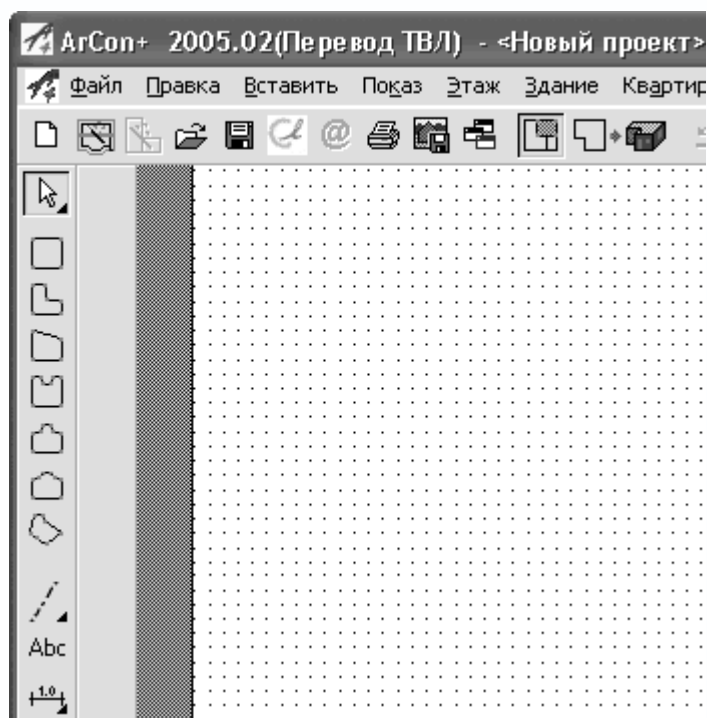

Рис. 1.5. Вертикальная панель инструментов при нажатой кнопке Объемная планировка застройки
– активирует набор специальных команд для быстрого создания каркаса из внешних стен на плане, используя шаблон. Данная кнопка – переключатель. При ее нажатии вертикальная панель инструментов примет вид, показанный на рис. 1.5.